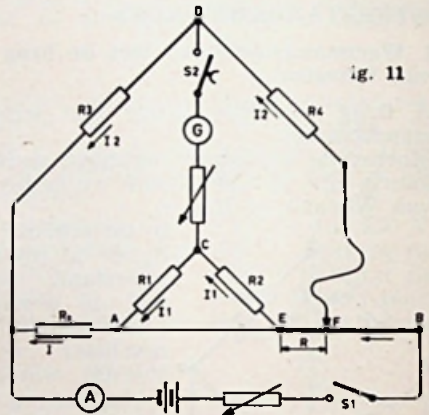

fig. 11
A. De brug van Thomson met schuifdraad (fig. 11)